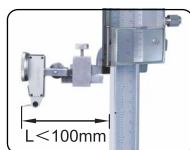

Fig.1
---La distance entre la sonde de la jauge à levier et l'échelle principale de la jauge de hauteur $L < 100$ mm (Fig. 1).